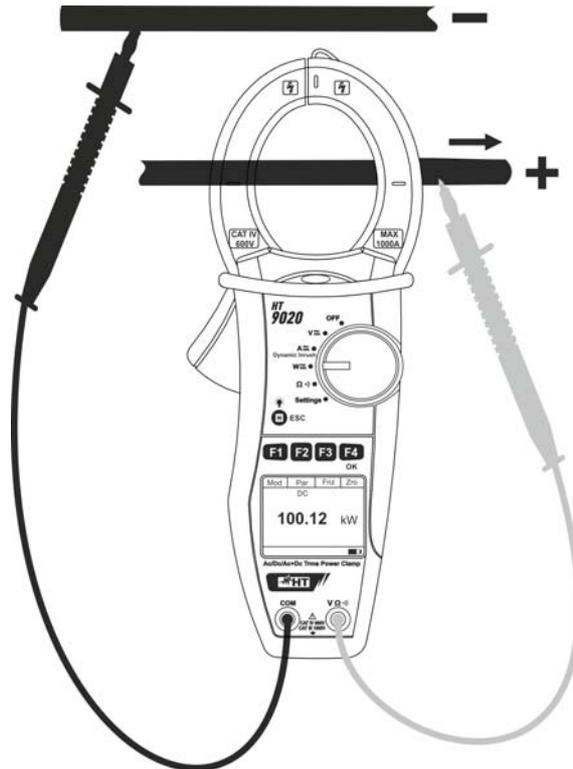

Fig. 11 : Mesure de Puissance/Énergie DC
5. Insérer le câble rouge dans l'entrée **VΩ⁾⁾⁾** et le câble noir dans l'entrée **COM**. Positionner le câble rouge sur le "+" et le câble noir sur le "-" et insérer le câble "+" dans les mâchoires de la pince, en respectant la direction de courant indiquées par les flèches (voir Fig. 11). Insérer le câble au milieu des mâchoires de la pince afin d'obtenir des mesures précises. Utiliser les marques en guise de références (voir Fig. 2).
6. La valeur de puissance DC est affichée à l'écran et exprimée en kW. Appuyer sur **F2 (Par)** pour ouvrir le menu déroulant comme affiché sur l'écran ci-contre et sélectionner l'option "**Volt/Curr**" pour la mesure de tension et de courant DC. Confirmer avec **F4 (OK)**. L'écran ci-contre apparaît.